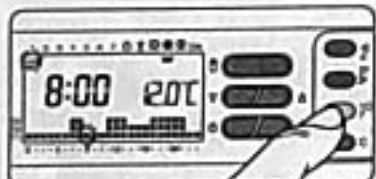

Fig. 38
**8.2** - Tramite il pulsante **1+7** portare l'indicatore del giorno in posizione 1 (Lunedì) (fig. 38).